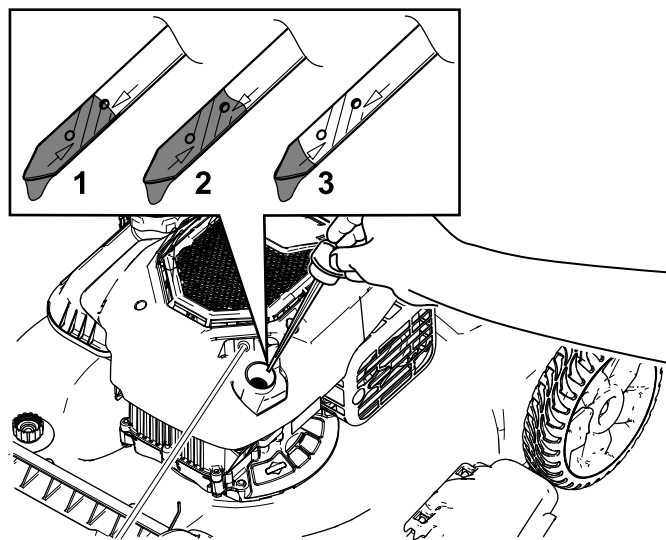

Figura 27
3. Scoateți joja rotind capacul în sens invers acelor de ceasornic și trăgându-l (Figura 27).
10. Verifica-i nivelul de ulei indicat pe jojă (Figura 27).